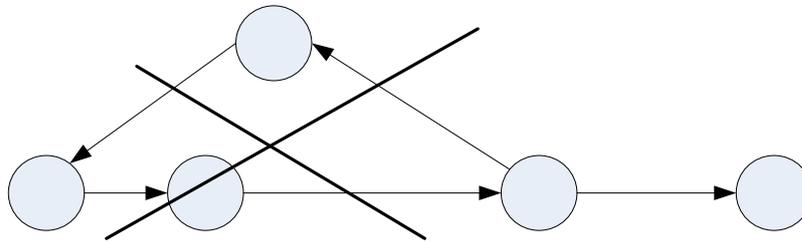

Рис. 1.13. Цикл на мережному графіку
15. Не повинно бути циклів (рис. 1.13).